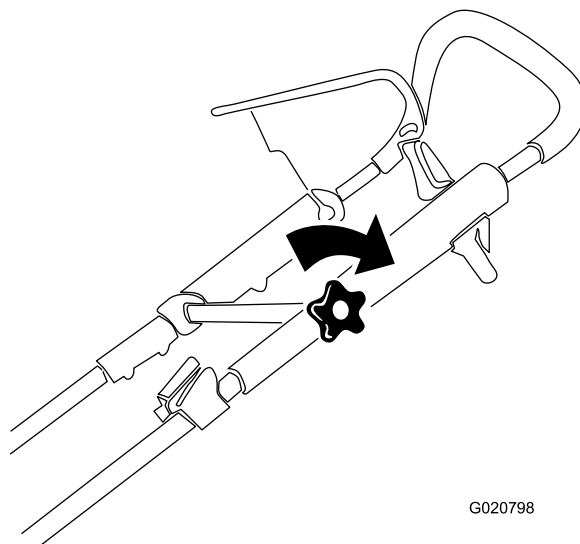

Bild 4
3. Stellen Sie den oberen Bügel auf die gewünschte Stellung und ziehen Sie das obere Bügelhandrad fest (Bild 4).